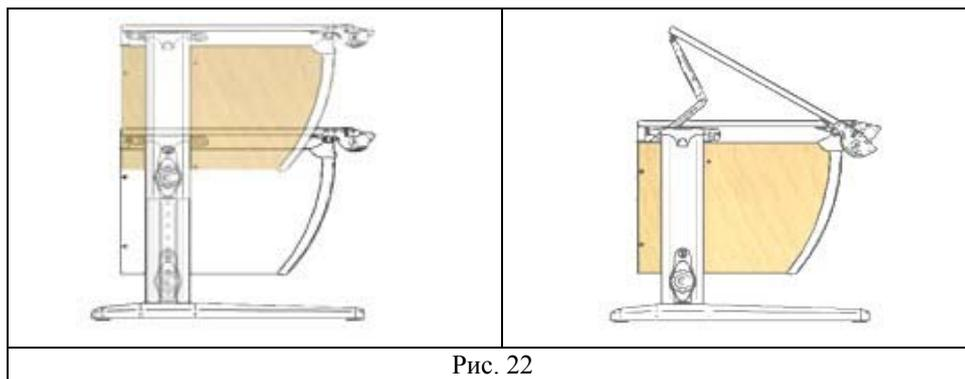

Рис. 22
7.2 Для удобства эксплуатации потребителями различных возрастных групп стол имеет возможность ступенчатой регулировки столешницы по высоте и углу наклона см. рис. 22.